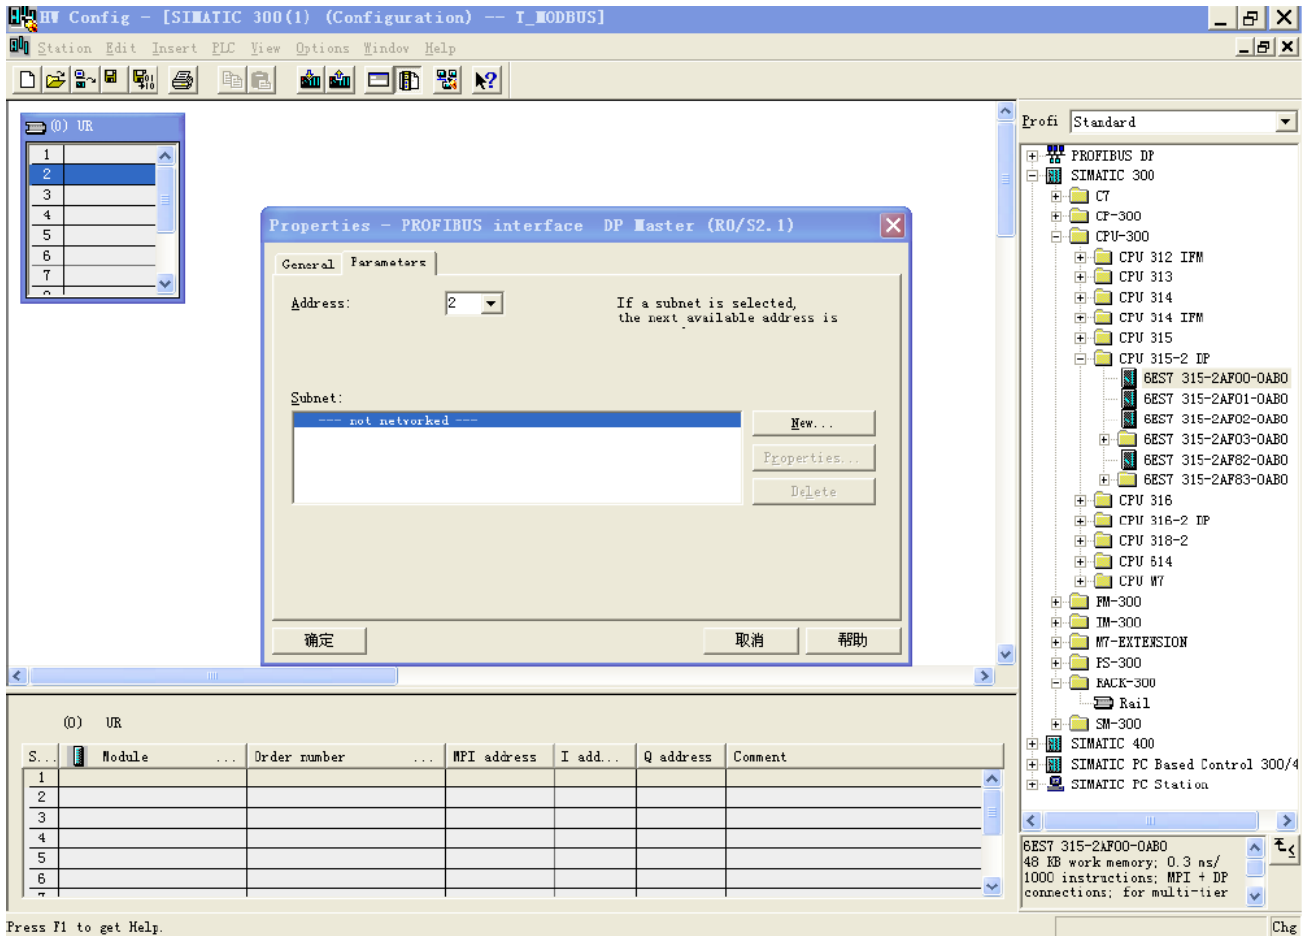

图 7
7. 设定 PLC rack, 双击“Hardware Catalog\SIMATIC 300\RACK-300\Rail”, 如图 7 所示